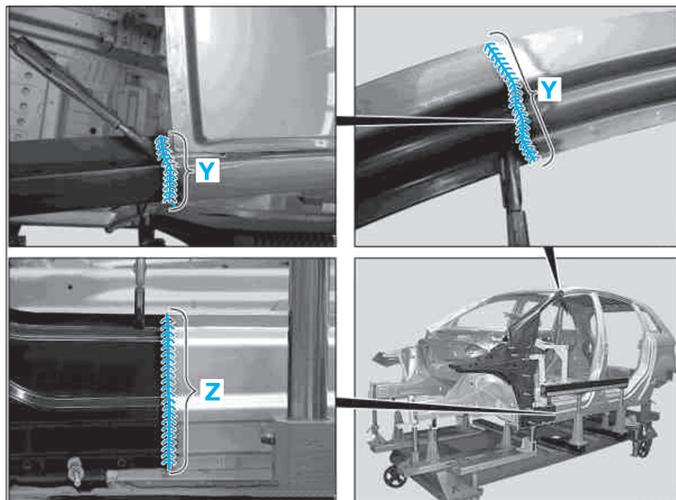

FIG. 56
- Souder les points dans les zones (Y) et (Z) (Fig.56).